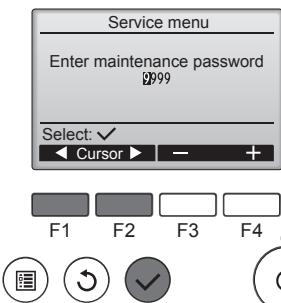

Fig. 6-2
- ① Ana menüden "Service" (Servis) öğesini seçin ve ② düğmesine basın.
- ② Servis menüsü seçildiğinde, bir pencere açılacak parola isteyecektir. (Fig. 6-2)